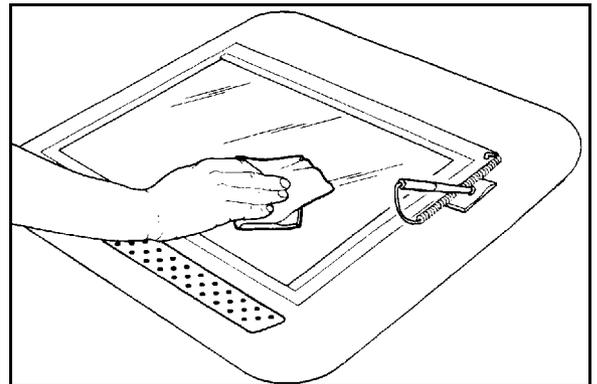

Figure 6 : Nettoyage de la surface supérieure du volet en plastique transparent
- 4 Essuyez la surface supérieure du volet en plastique jusqu'à ce qu'il soit propre et sec (figure 6).